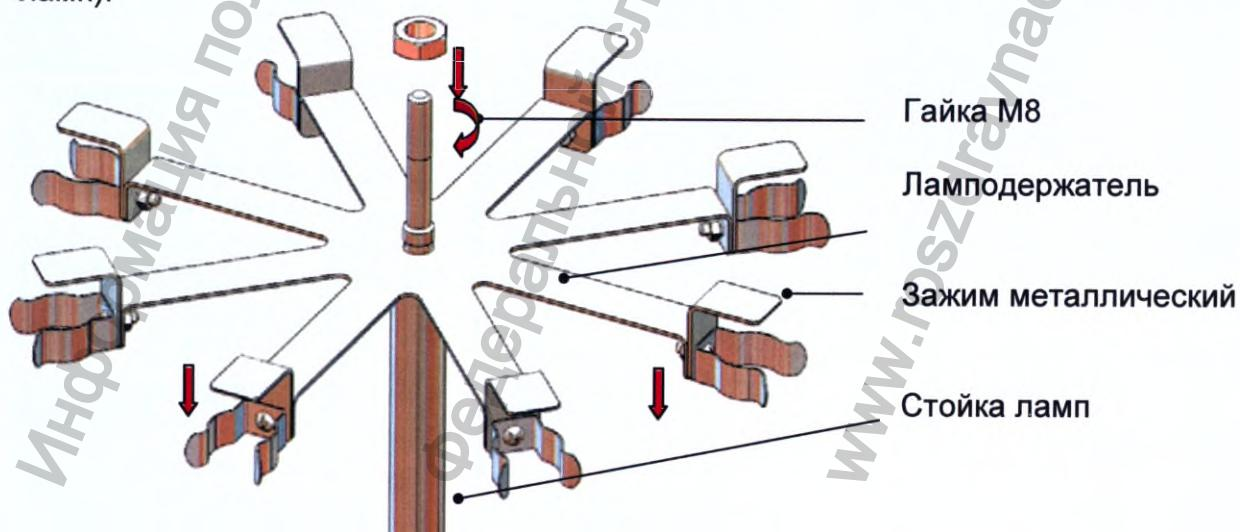

Рис. 19. Установка ламподержателя
6.5 Установить на стойку ламп сначала ламподержатель, затем гайку M8 (рис. 19). Гайку закрутить вручную до упора (при транспортировке гайка M8 закреплена на стойке ламп).